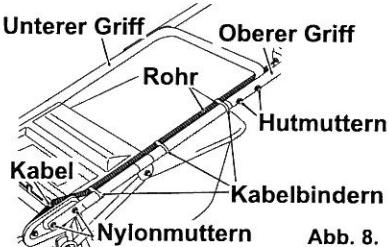

Abb. 8.
- 1 Installieren Sie den unteren Griff (mit 4 Nylonmuttern) an der Maschine. (Siehe Abb. 8, 9 und 10.)